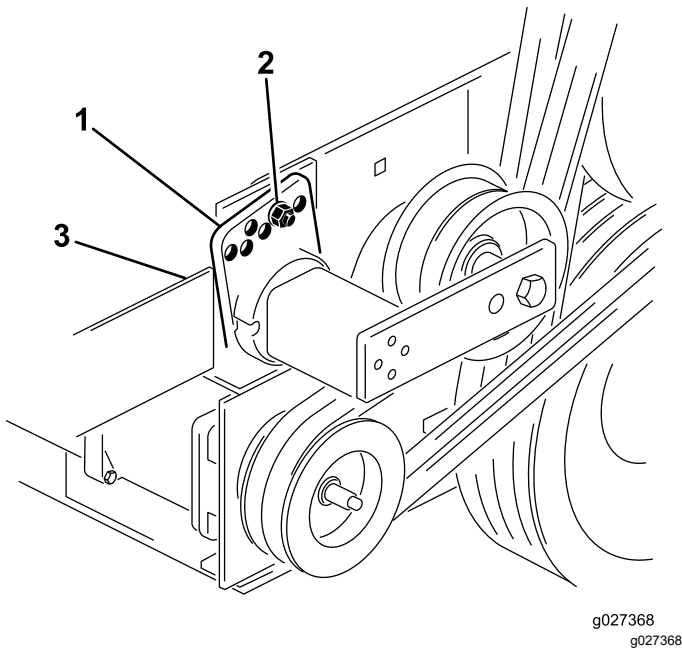

Figura 15
3. Retire o parafuso e porca que prendem o guia tensor à montagem da transmissão e solte a tensão da correia (**Figura 15**).